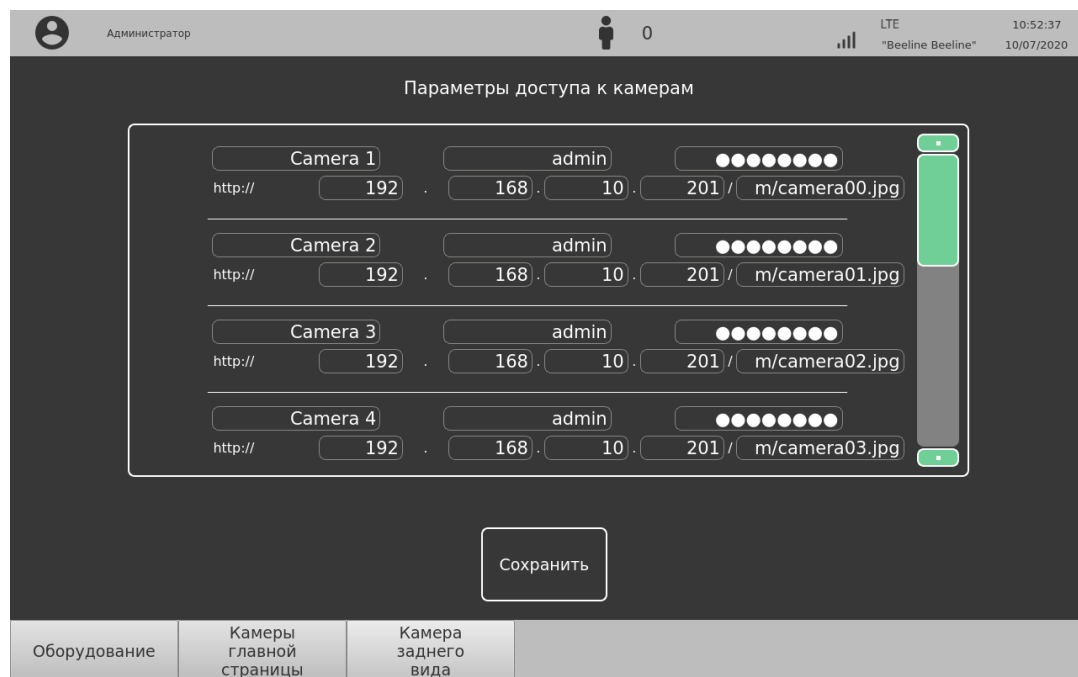

Рисунок 13 – Параметры доступа к камерам
- 3) Параметры доступа к камерам (см. Рисунок 13). Здесь назначаются IP-адреса камер, подключенных к ЦБК.